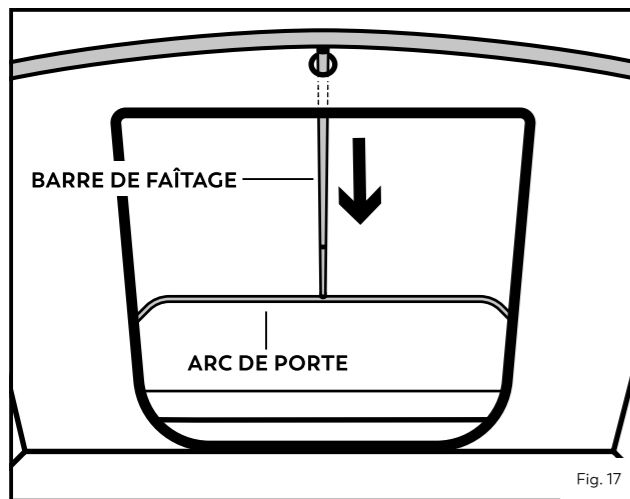

Fig. 17
6.7 Introduisez la barre faîtière de l'intérieur par l'ouverture au-dessus de la porte et serrez la barre à la fois contre l'arc de la tente et contre l'arc de la porte afin de tendre la zone d'entrée (voir fig. 17). La barre faîtière peut alors être réglée en continu.